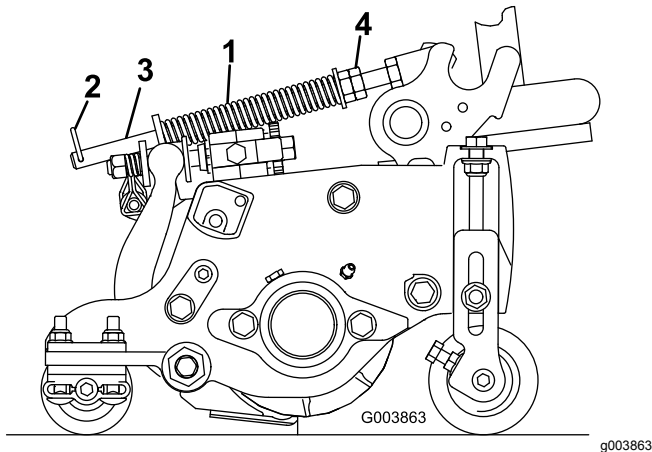

Bild 21
Die Rasenkompensierungsfeder (**Bild 21**) verlagert das Gewicht von der Front- zur Heckrolle. Dies reduziert ein Bobbing genanntes Wellenmuster auf der Grünfläche.
1. Stellen Sie sicher, dass der Lastösenbolzen in das hintere Loch in der Federstange eingesetzt ist (Bild 21).
2. Ziehen Sie die Sechskantmuttern vorne an der Federstange an, bis die komprimierte Länge der Feder 15,9 cm beträgt, siehe Bild 21.